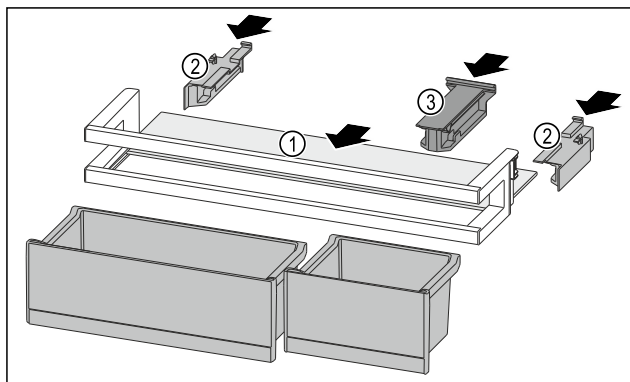

Fig. 103
- Abstellfläche Fig. 103 (1) in die seitlichen Einsparungen einschieben.
- Seitenteile Fig. 103 (2) einsetzen.
- Halteteil Fig. 103 (3) einsetzen.